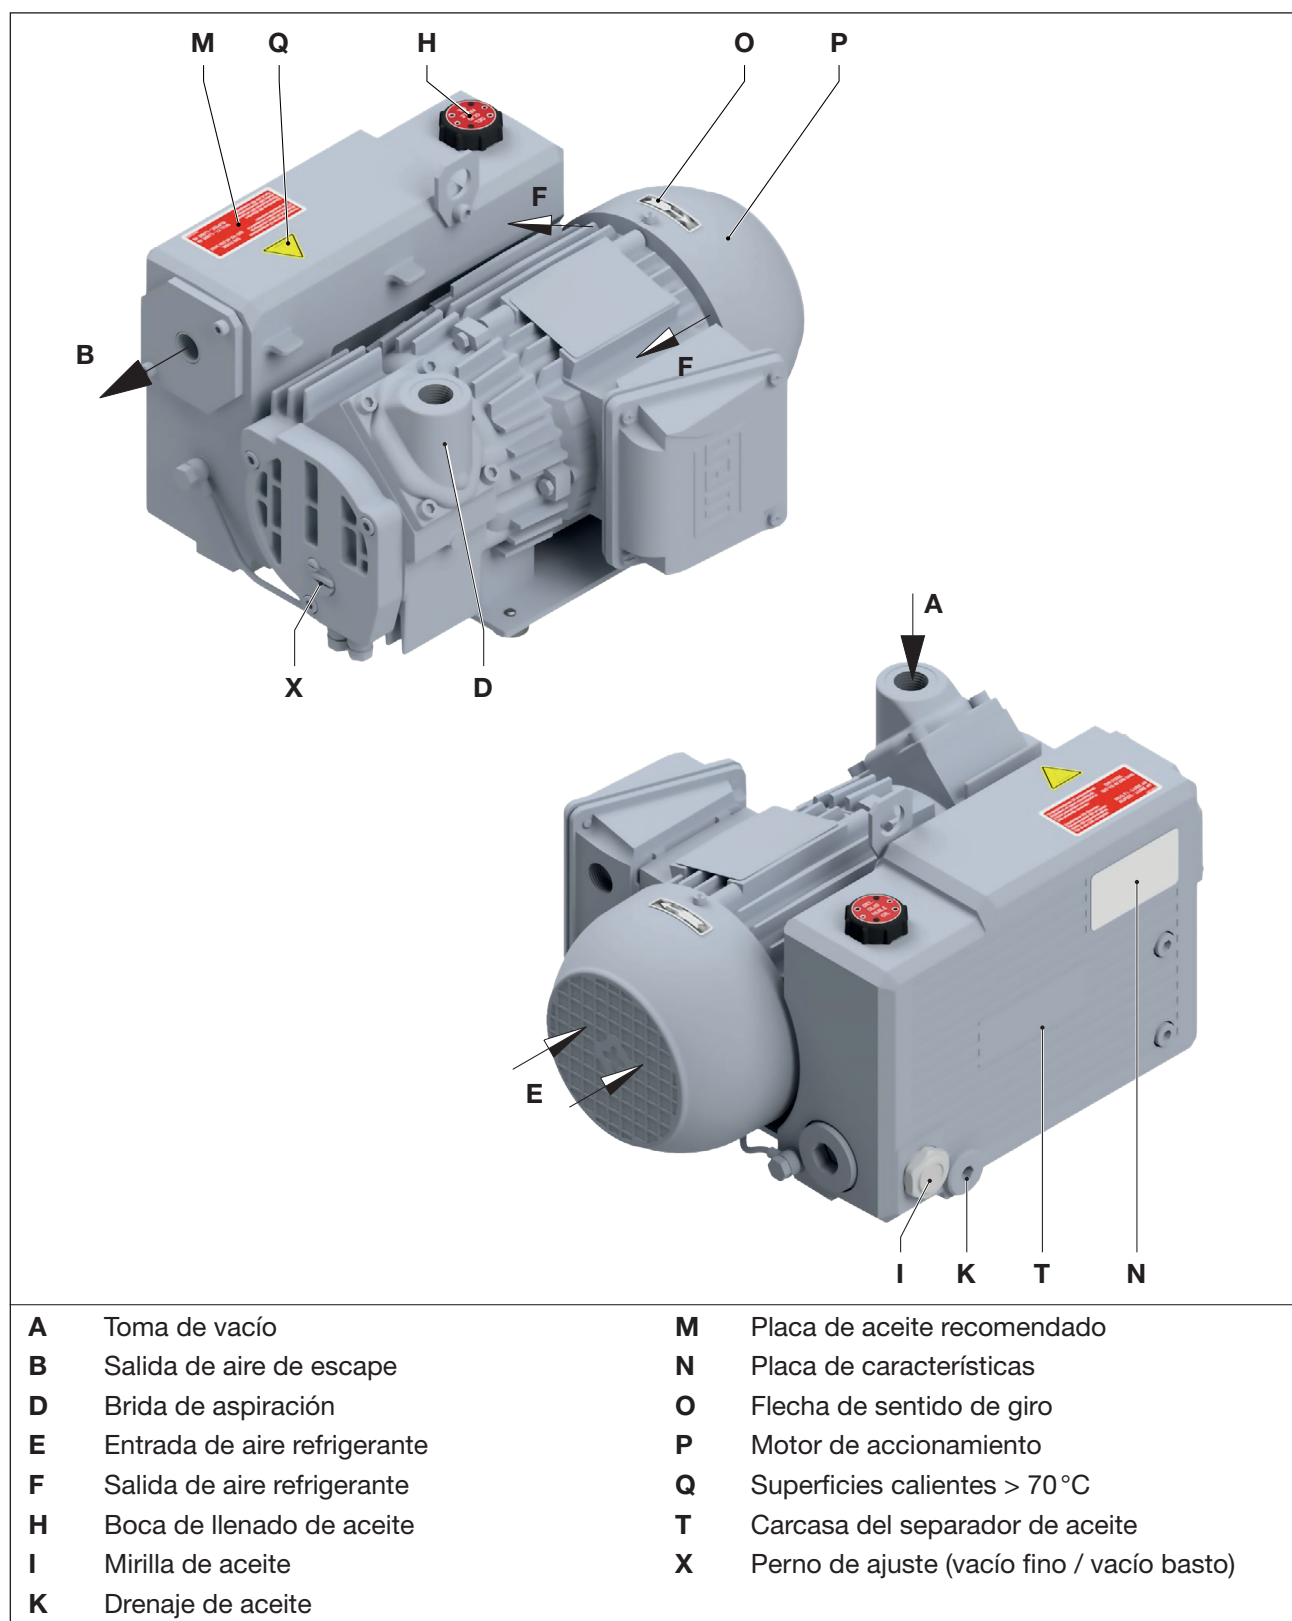

Fig. 2 Bomba de vacío V-VGD 10 / 15
- La brida de aspiración (Fig. 2/D), la boca de llenado de aceite (Fig. 2/H), la mirilla de aceite (Fig. 2/I) y el drenaje de aceite (Fig. 2/K) deben ser fácilmente accesibles.
La conexión de vacío (Fig. 2/A) se encuentra en la brida de aspiración (Fig. 2/D).
- Retirar los tapones ciegos de la conexión de aspiración (Fig. 2/A) y de la salida del aire de escape (Fig. 2/B).
- Conectar la tubería a la conexión de vacío (Fig. 2/A).
- El aire aspirado puede expulsarse por la salida del aire de escape (Fig. 2/B) o a través del tubo flexible o la tubería.
- Comprobar el nivel de aceite lubricante a través de la mirilla del aceite (Fig. 2/I) y, en caso necesario, añadir más.
- Cargar el aceite lubricante (para consultar los tipos adecuados véase el capítulo 7.6 «Aceite lubricante») en la boca de llenado de aceite (Fig. 2/H) hasta el borde superior de la mirilla (Fig. 2/I).